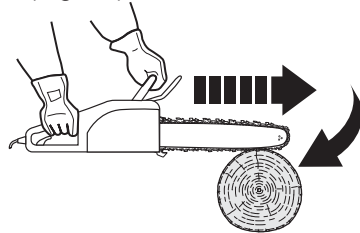

Fig.26
1. Si la chaîne [3] est pincée au niveau du bord inférieur du guide-chaîne [4], l'appareil peut être projeté brutalement vers l'avant (Fig. 26).